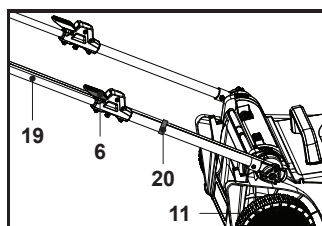

Fig. 4
9. Coloque el cable de control (19) en el sujetacables preinstalado debajo de la palanca de bloqueo (6) y luego coloque el otro sujetacables (20). (Fig. 4).